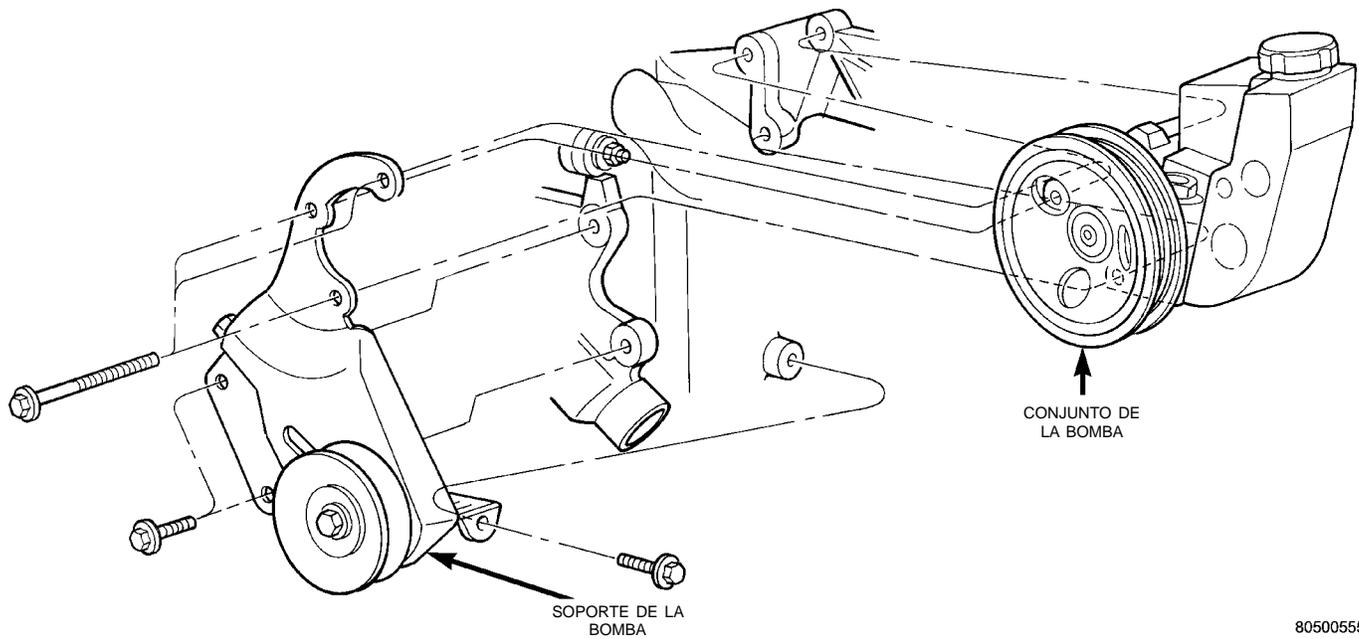

Fig. 3 Montaje de la bomba – 4.0L
(1) Retire la correa de transmisión en serpentina. Consulte el Grupo 7, Refrigeración.
(2) Desconecte el mazo del servomotor en los vehículos que tienen instalada dirección proporcional a la velocidad.
(3) Retire las mangueras de presión y retorno de la bomba y drene la bomba.
(4) Retire los 3 pernos de instalación a través de los orificios de acceso de la polea.
(5) Afloje los 3 pernos del soporte de la bomba (Fig. 3).
(6) Incline la bomba hacia abajo y retírela del motor.
(7) Retire la polea de la bomba.